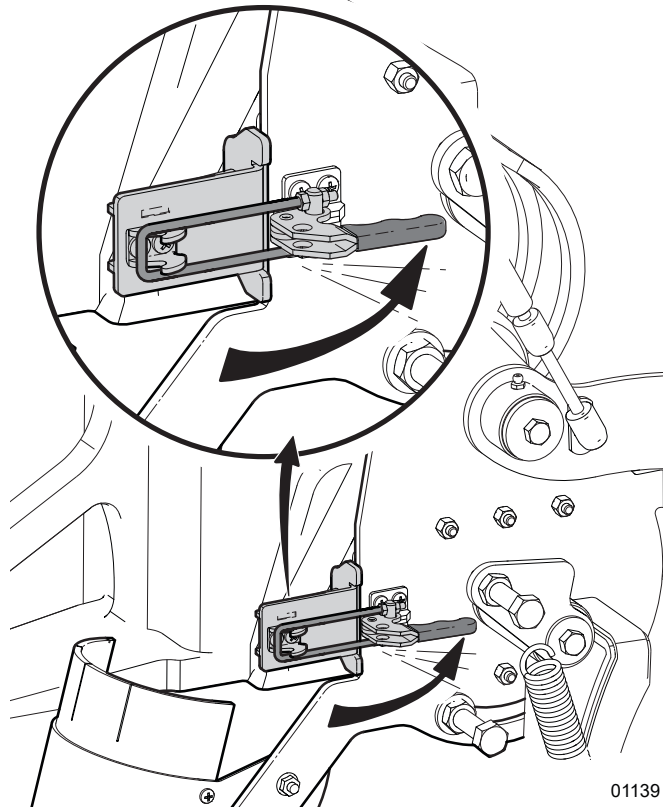

Figure 24 – Loquet du support
8. Ouvrez le loquet du support pour tronçonneuse. Pour plus d'informations, consultez *Figure 24*.
10. Fermez le loquet du support pour tronçonneuse pour maintenir la tronçonneuse attachée au support. Assurez-vous que la barre du loquet est au-dessus de la plaque de verrouillage sur l'adaptateur de tronçonneuse. Pour plus d'informations, consultez *Figure 24*.